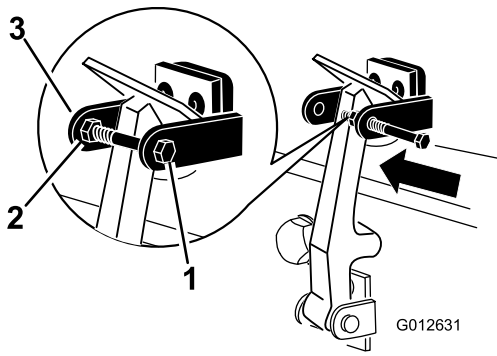

图 8
8. 将螺栓安装到机罩锁定支架的另一个臂直至将门锁锁定到位 (图 8)。